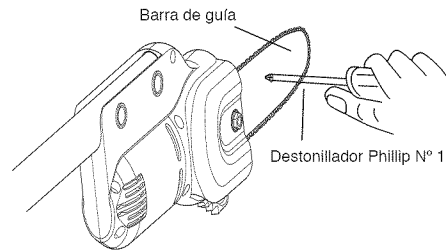
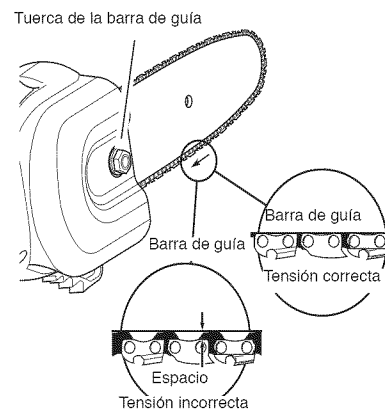

Figura 5 - Regulación de la tensión de la cadena
Figura 6 - Ajuste de la cadena serrada
2. Inserte un destornillador cabeza Phillip N° 1 o más pequeño en el orificio medio de la barra guía (vea la Figura 5). Para tensar la cadena, empuje la barra guía fuera de la carcasa del motor de la Sierra de Pértiga usando un destornillador. **Nota:** No debería haber separación entre los eslabones laterales de la cadena y la parte inferior de la barra guía (vea la Figura 6).